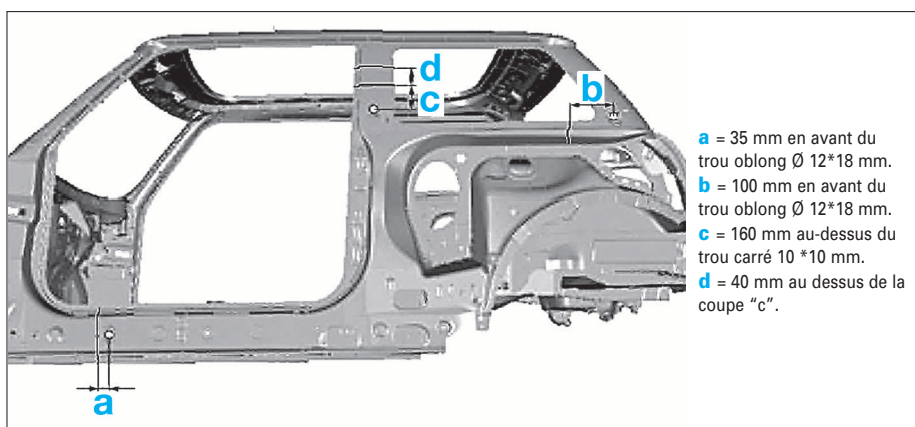

FIG. 10
- Tracer les lignes de coupe sur le pied milieu (Fig.10).